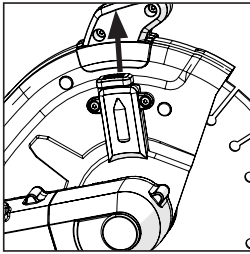

Abb. 4
- Sichern Sie den Trennscheibenschutz, indem Sie den Verriegelungsstift nach oben ziehen. (Abb. 4)